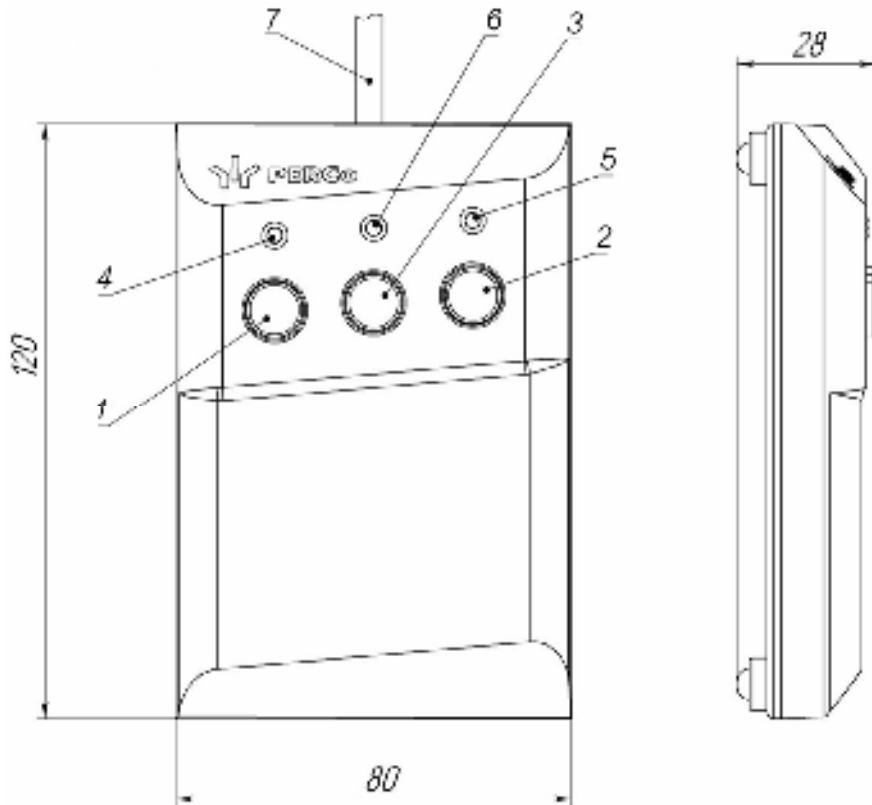
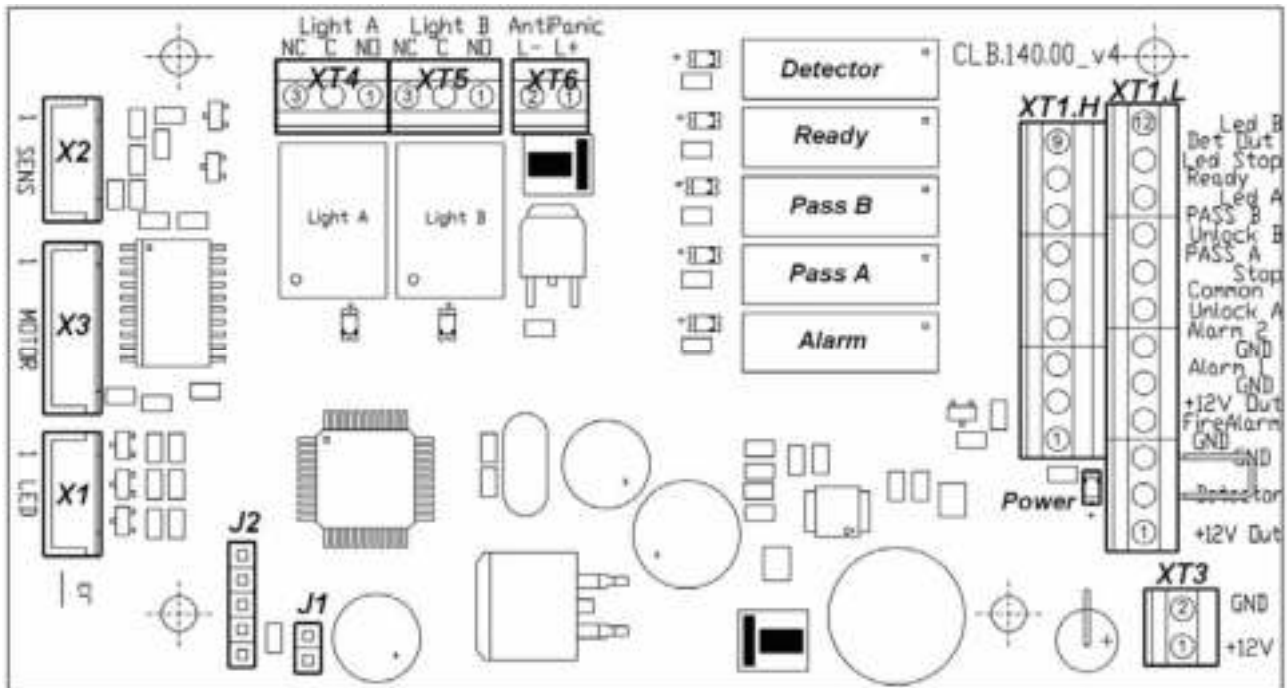
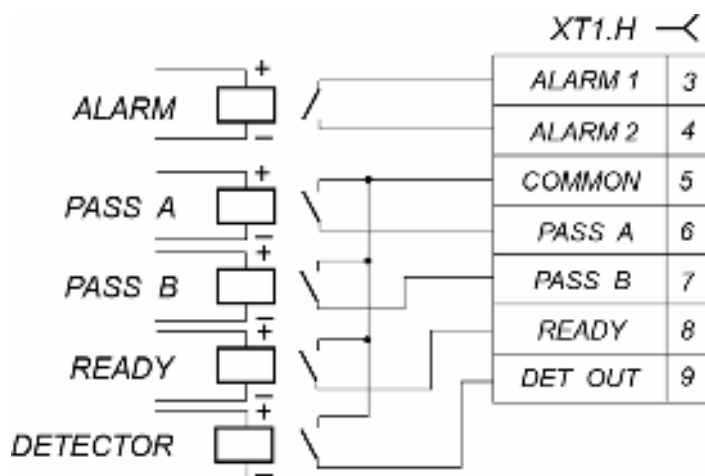

Рисунок 4 Общий вид и габаритные размеры ПДУ
Рисунок 5 Внешний вид платы управления
Рисунок 8 Выходные каскады для *PASS A*, *PASS B*, *Ready*, *Det Out* и *Alarm*
5.2.3 ПДУ (13) выполнен в виде небольшого настольного прибора в корпусе из ударопрочного АБС-пластика и предназначен для задания и индикации режимов работы при ручном управлении турникета. ПДУ подключается к плате управления гибким многожильным кабелем (14) через клеммную колодку **XT1.L** (см. рис. 5). Общий вид ПДУ показан на рис. 4.
На лицевой панели ПДУ расположены три кнопки для задания режимов работы турникета. Над кнопками расположены световые индикаторы. В корпусе ПДУ установлен зуммер для звуковой индикации. Средняя кнопка **STOP** предназначена для переключения турникета в режим «*Запрет прохода*». Левая и правая кнопки **LEFT**, **RIGHT** предназначены для разблокировки турникета в выбранном направлении. Изменить ориентацию ПДУ относительно установки стойки турникета (если на месте установки стойка обращена к оператору не лицевой, а тыльной стороной) можно, поменяв местами провода от ПДУ, подключаемые на контакты *Unlock A* и *Unlock B* а также *Led A* и *Led B* соответственно (см. рис. 5 и рис. 12).
5.2.4 Внутри стойки расположен кронштейн с установленной платой управления (см. рис. 5) и клеммами для подключения внешних устройств. К плате подключаются ПДУ, выходы СКУД, устройство РУ, устройство аварийного открытия прохода турникета. На клеммы подключения внешних устройств выведены линии подключения источника питания, линии управления механизмом картоприемника, линии сигналов считывателей. Подключение внешних устройств производится в соответствии со схемой подключения турникета и дополнительного оборудования (см. рис. 12). Схема соединений внутри турникета приведена на рис. 13.
5.2.5 На плате управления (см. рис. 5) расположены:
5.3.7 Обозначения установленных на плате управления клеммных колодок и назначение их контактов показаны на рис. 5 и на наклейке, аналогичной рис. 5, расположенной на внутренней поверхности крышки турникета.
В исходном (неактивном) состоянии при включенном питании контакты реле *PASS A*, *PASS B*, *Ready* и *Detector* замкнуты (на обмотку реле подано напряжение), а контакты реле *Alarm* разомкнуты (напряжение на обмотку реле не подано). Факт срабатывания/отпускания реле *PASS A*, *PASS B*, *Ready*, *Detector* и *Alarm* можно определить по загоранию/гашению красных индикаторов, которые установлены вблизи указанных реле (см. рис. 5). Выходные каскады для *PASS A*, *PASS B*, *Ready*, *Det Out* и *Alarm* – контакты реле (см. рис. 8) со следующими характеристиками сигналов:
5.5.2 Режим управления определяется наличием перемычки на разъеме **J1** (расположение разъема **J1** показано на рис. 5 и на наклейке, расположенной на внутренней поверхности крышки):
5.9.2 Подключение устройства аварийного открытия прохода, производится к клеммной колодке **XT1.L** платы управления (см. рис. 5) согласно схеме электрических соединений (см. рис. 12).